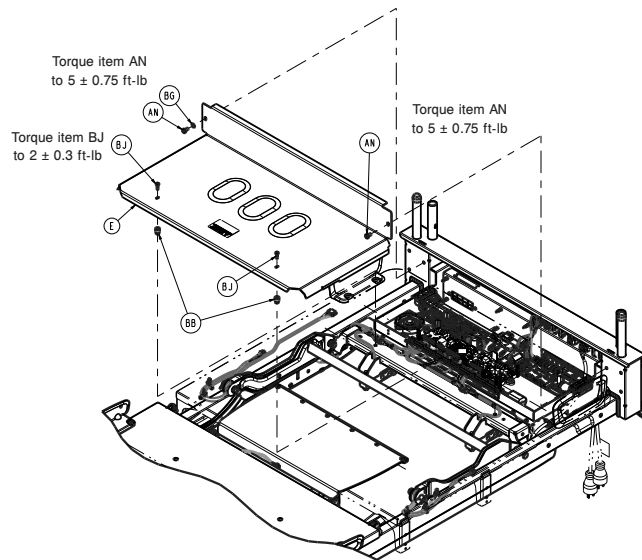

Figure 7 – Retrait du couvercle
14. À l'aide d'une clé Torx T25, retirer les deux vis (BJ) qui fixent le couvercle du boîtier électronique du plan de couchage (E) à l'ensemble du boîtier électronique (Figure 7). Conserver les vis.
15. À l'aide d'une clé Torx T30, retirer les deux vis (AN) qui fixent le couvercle du boîtier électronique du plan de couchage (E) à l'ensemble du boîtier électronique (Figure 7). Conserver les vis et le couvercle.
17. À l'aide d'une clé Torx T25, réinstaller les deux vis (BJ) pour fixer le couvercle du boîtier électronique du plan de couchage (E) à l'ensemble du boîtier électronique (Figure 7).
18. À l'aide d'une clé Torx T30, réinstaller les deux vis (AN) pour fixer le couvercle du boîtier électronique du plan de couchage (E) à l'ensemble du boîtier électronique (Figure 7).